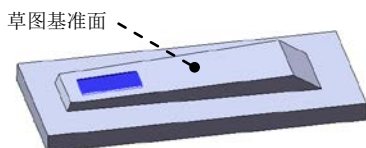

图 12.2.8 切除—拉伸 1
(4) 定义拔模参数。
① 定义拔模类型。在 **拔模类型(T)** 中选取 **中性面(N)** 单选项。
② 定义拔模角度。在“拔模”对话框中 **拔模角度(G)** 区域的  文本框后输入 2.5。
③ 定义拔模沿面延伸。在 **拔模面(F)** 区域的 **拔模沿面延伸(A):** 中选取 **无** 选项。
(5) 单击  按钮，完成拔模 1 的创作。
Step5. 创建图 12.2.8 所示的切除—拉伸 1。
(1) 选择命令。选择下拉菜单 **插入(I)** → **切除(C)** → **拉伸(E)...** 命令。
(2) 定义特征的横断面草图。
① 定义草图基准面。选取图 12.2.8 所示表面作为草图基准面。